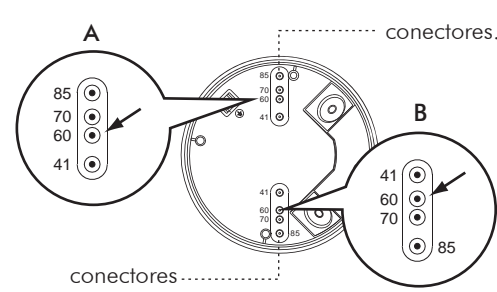

Figura 12-A
- 3.4.3.1 Existem 4 pares de conectores de distâncias diferentes, que variam de 41mm a 85mm na tampa traseira da caixa de junção KDP3/5 FP e pode ser selecionada para aplicações de montagem diferentes (Veja a figura 12-A). Seleccione duas figuras da mesma em ambas as extremidades para a distância correspondente para a fixação (Veja a figura 12-B).